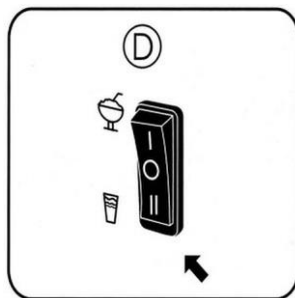

Fig. 5
La machine à granités est conçue à la préparation de boissons fraîches liquides et de granités dans un ou deux réservoirs à la fois. Le réservoir gauche est conçu pour les boissons fraîches. Basculer l'interrupteur (D) sur la position « Refroidissement » pour préparer dans ce réservoir une boisson fraîche, comme montré sur la fig. 5.